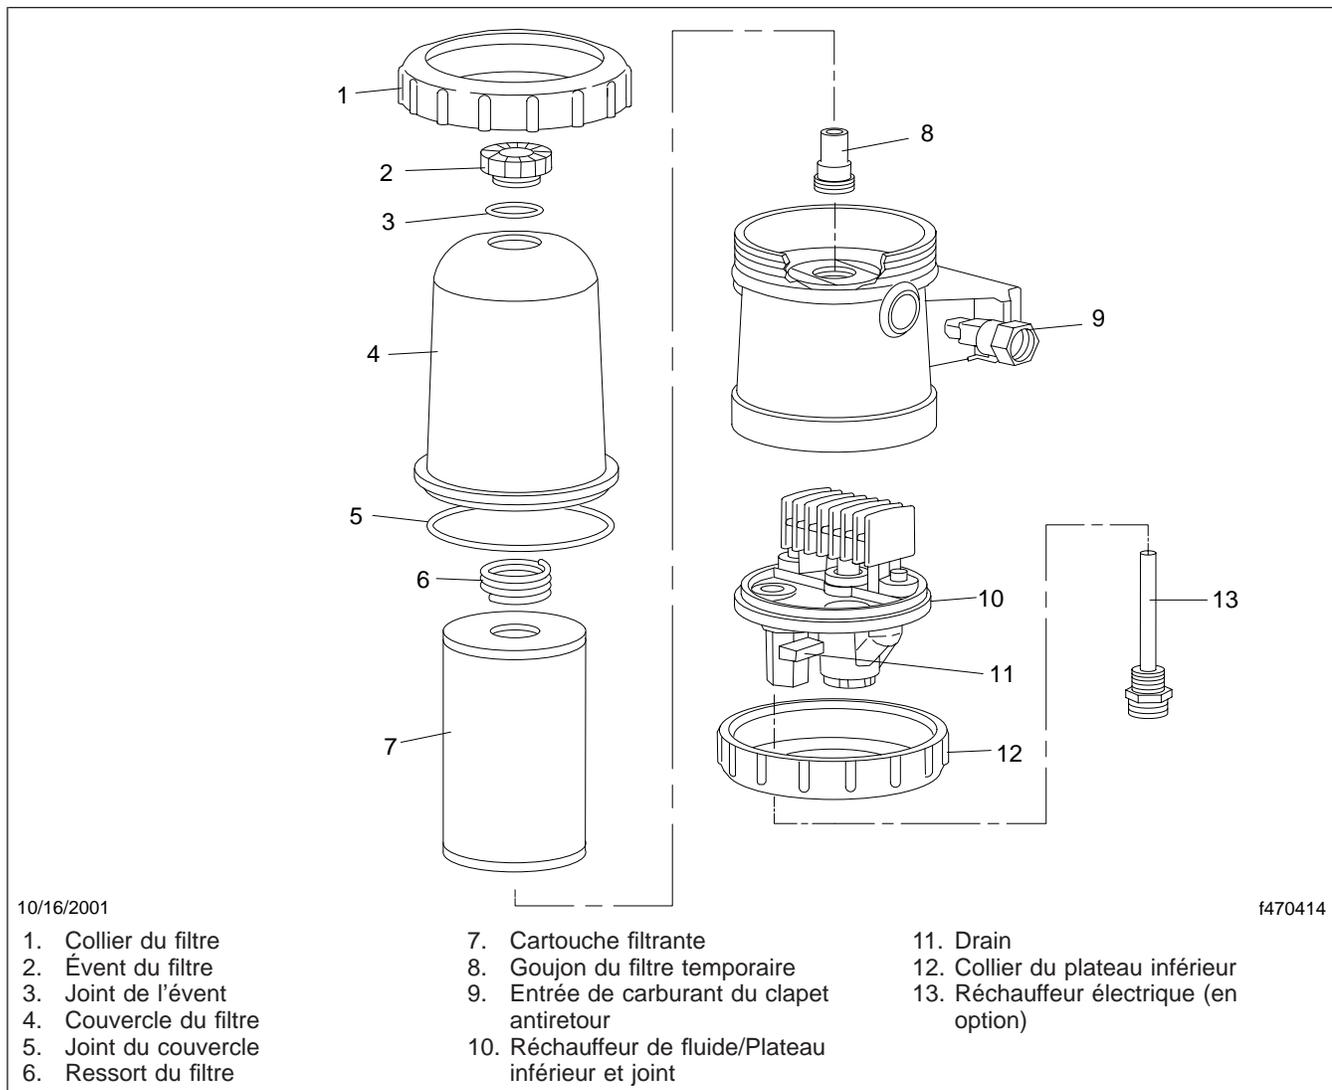

Fig. 3, Davco Fuel Pro® 382
1. Vidangez le carburant sous le niveau du collier. Voir la figure 3.